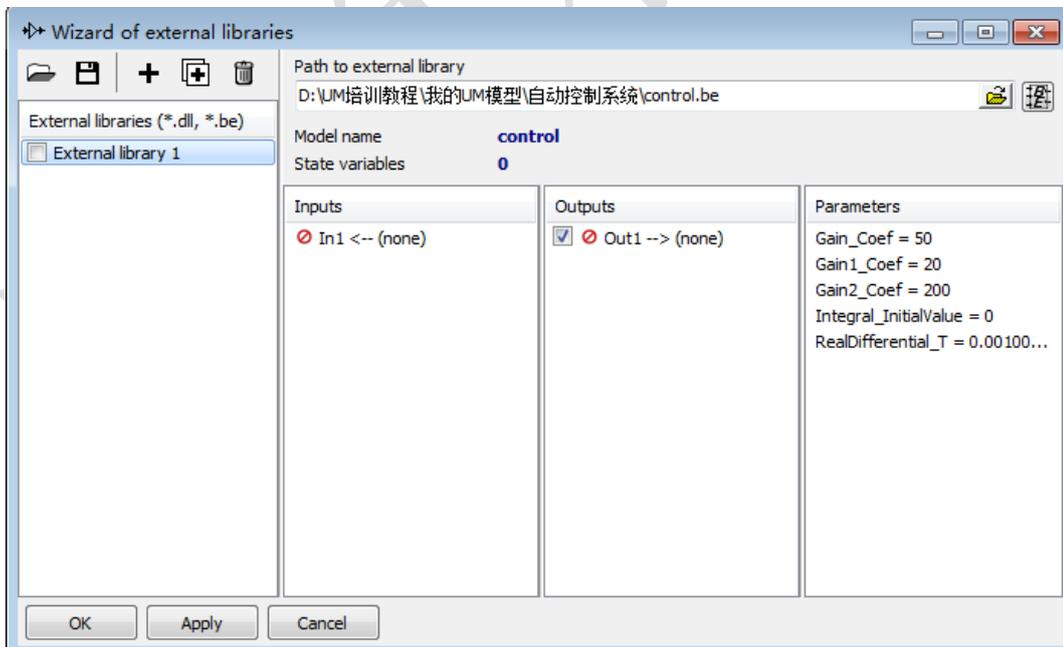

图 2-146
4) 点击按钮 ，加载控制系统“D:\UM 培训教程\我的 UM 模型\自动控制系统\control.be”，如图 2-146。